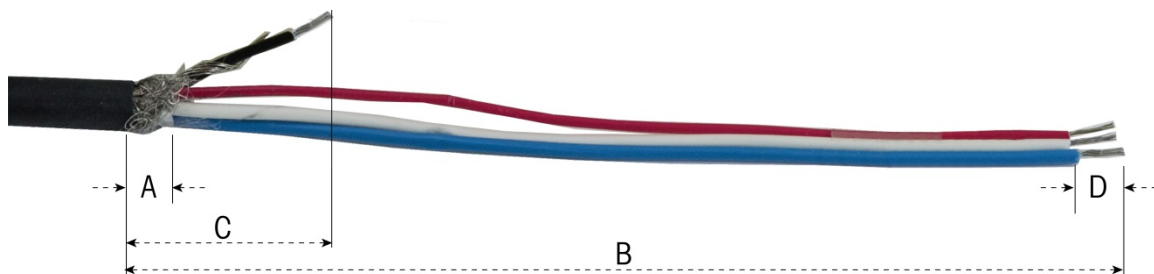

Figura 2-80: Preparación del cable PowerMount – Montaje en panel
1. Corte y remueva una longitud adecuada del forro de aislamiento, el blindaje trenzado interno y el aislamiento como se muestra en la Figura 2-80. Las longitudes sugeridas se indican en la Tabla 2-9.
2. Enrede el alambre de fuga en el alambre negro. Engarce el terminal de anillo proporcionado en el extremo de este ensamble como se muestra en la Figura 2-80.